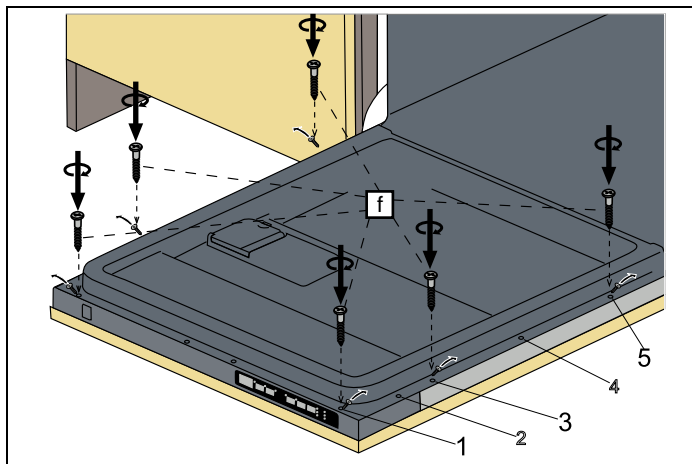

Fig. 27
- 6) Los tornillos situados en la puerta de madera se ajustan al lavavajillas en las descargas situadas en la lámina exterior de la puerta y se montan como se muestra en Fig. 27 .
- 7) Como se muestra en Fig. 27 , se instalan los tornillos \emptyset 5/32" x 53/32" (\emptyset 4 mm x 42,5 mm) en las posiciones I, III y V.